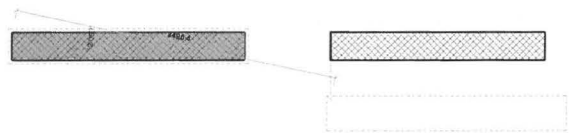

Fig. 06.17. Kopiering af elementer.
- Klik på objektet før musen hen til hvor det næste objekt skal placeres og klik igen (Fig. 06.17). Eller skriv en afstand, hvis der kopieres parallelt med et objekt.